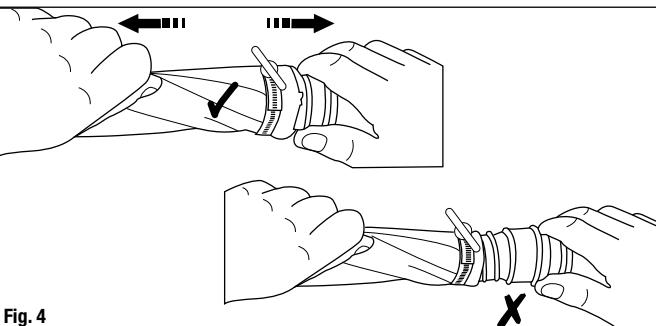

Fig. 4
- Jale 2-3 veces con fuerza el adaptador para asegurar que la prensa esté fija y que el adaptador no se desconecte de la prensa y se salga de la capucha (Fig. 4). Si la abrazadera se zafa, entonces comience de nuevo el proceso de ajuste conforme al Paso (a) indicado con anterioridad.